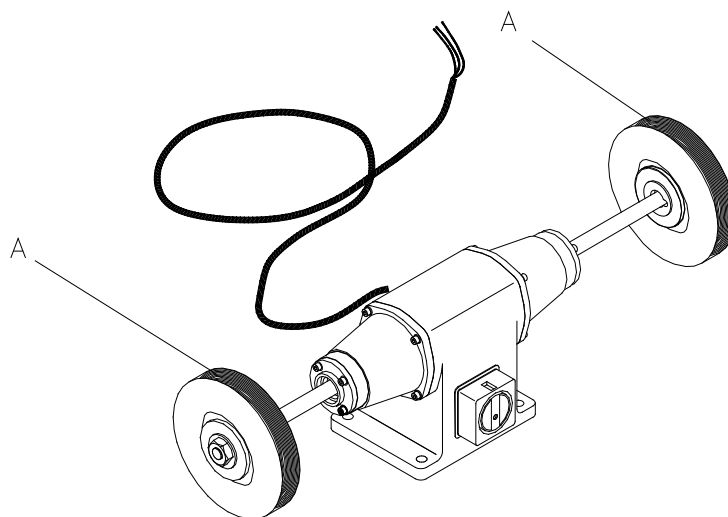

Fig.: 1.1
Før brug kontrolleres om polerskiverne (A) (se fig.: 1.1) er solidt skruet fast til rotor. Polerskiven skal være monteret under drift. Polerskiven (A) skal rotere frit uden at den sidder løs.